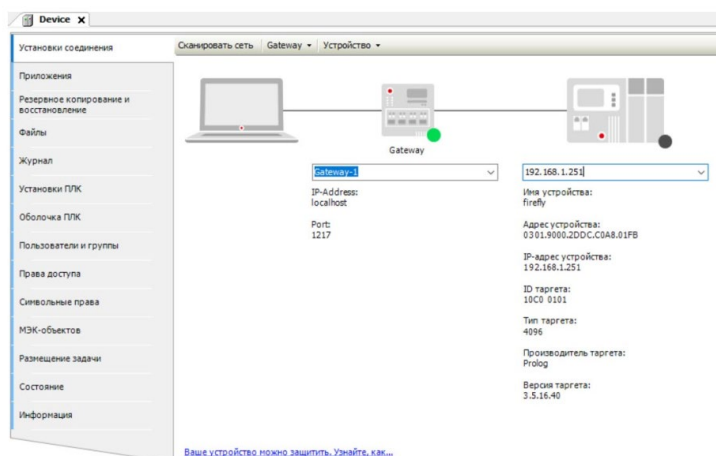

Рис. 3 Подключение к ПЛК.
2. Во вновь созданном проекте Codesys в дереве проекта Пользователю потребуется слева дважды щелкнуть мышью на Device (K15.LX1). В открывшемся окне в правом поле ввода, соответствующем адресу ПЛК, Пользователю необходимо ввести IP адрес порта, к которому подключен ПК (Рис. 3).